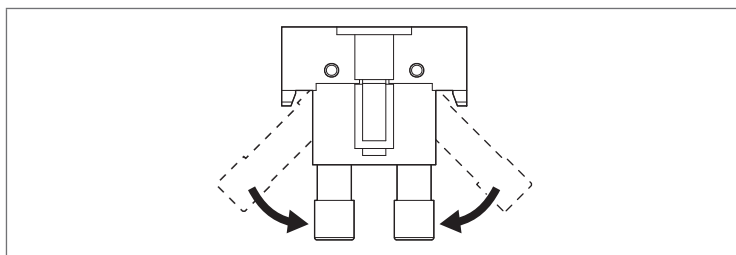

Рис. 6.5
7. Выверните два предохранителя, вставленные в блок (рис. 6.5).